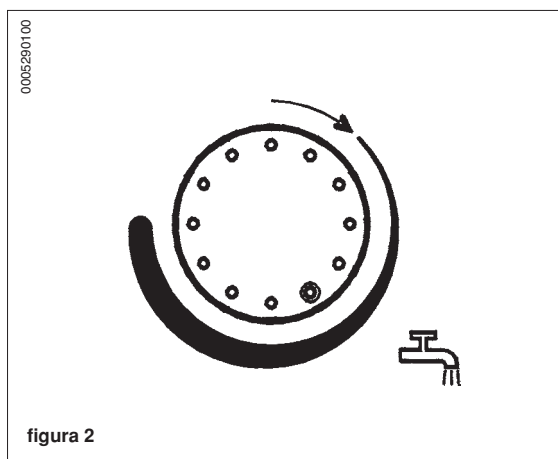

figura 2
E' consigliabile, per un contenimento energetico, posizionare la manopola in posizione intermedia (figura 2). In inverno si renderà necessario aumentare la temperatura dell'acqua sanitaria in relazione ai valori desiderati.
*La válvula del gas está provista de un dispositivo de modulación electrónica de la llama en función del posicionamiento del botón (6) de regulación del agua sanitaria y de la cantidad de agua tomada.*
*Para limitar el consumo energético, se aconseja posicionar el botón en "--comfort--" (figura 2). En invierno será necesario aumentar la temperatura del agua sanitaria según los valores deseados.*